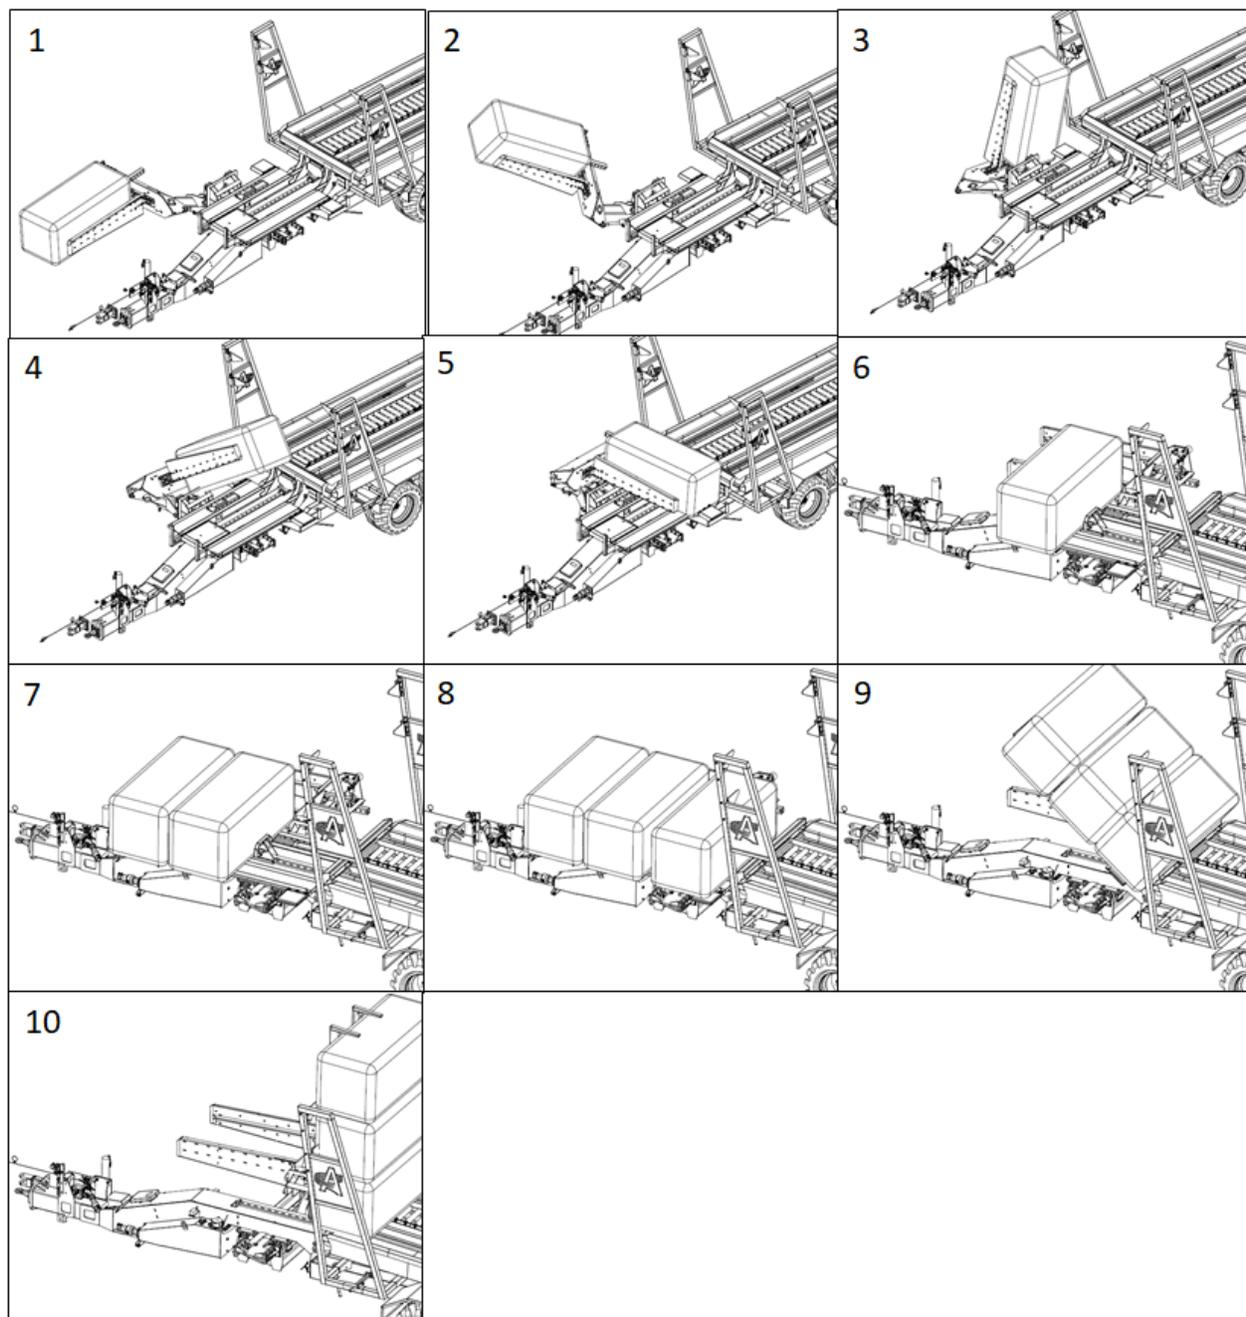

рисунок 23 — Этапы процесса загрузки
4. Расположите захват таким образом, чтобы его прижимные лопатки находились по бокам тюка, и начните медленно двигаться вперед. Когда датчики захвата обнаружат тюк, процесс загрузки начнется автоматически. См. рисунок 23, чтобы получить больше информации о процессе загрузки.
Для получения информации о процессе автоматической загрузки см. рисунок 23.